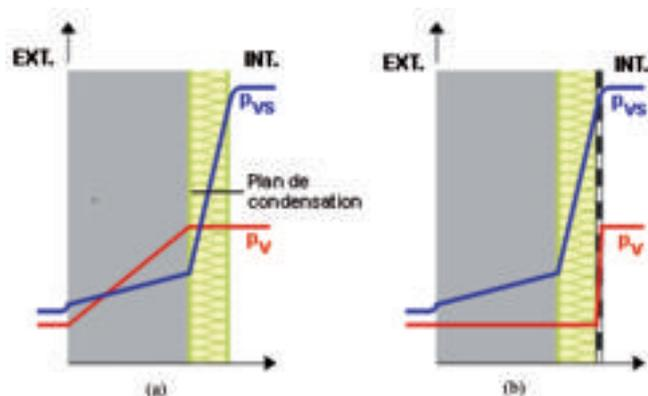

Figure 2 Profil des pressions de vapeur sans pare-vapeur (a) et avec (b)
4. Une mauvaise étanchéité à l'air permet des phénomènes de condensation. La figure 2 donne un exemple d'une isolation avec couche d'étanchéité (b). Si la couche d'étanchéité (pare-vapeur dans cet exemple) est percée ou tout à fait absente (a), l'air chaud intérieur pourra dès lors traverser la membrane et atteindre la couche en contact avec l'extérieur. En utilisant à nouveau la 1, on peut considérer que cet air subit la transformation du point A au point B, ce qui fait que l'air chaud, pouvant contenir plus de vapeur d'eau, va arriver à saturation en refroidissant (100% d'humidité relative au point B). Il y a donc une condensation qui se crée, ce qui peut